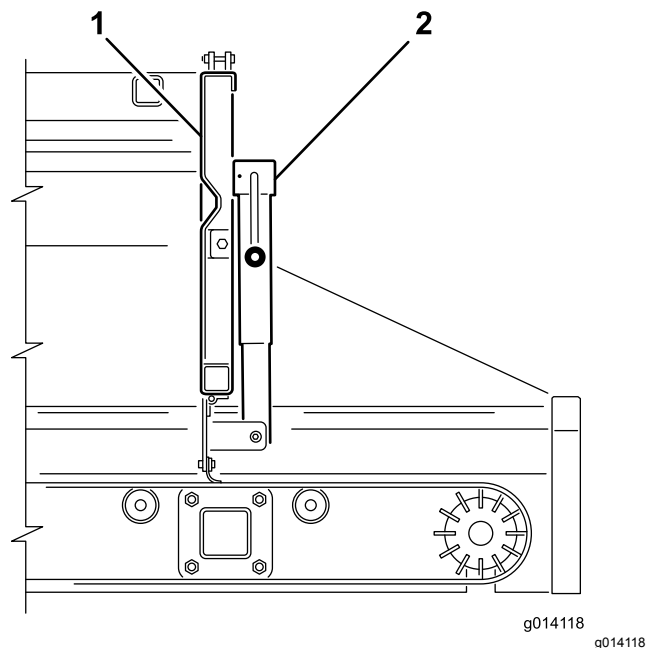
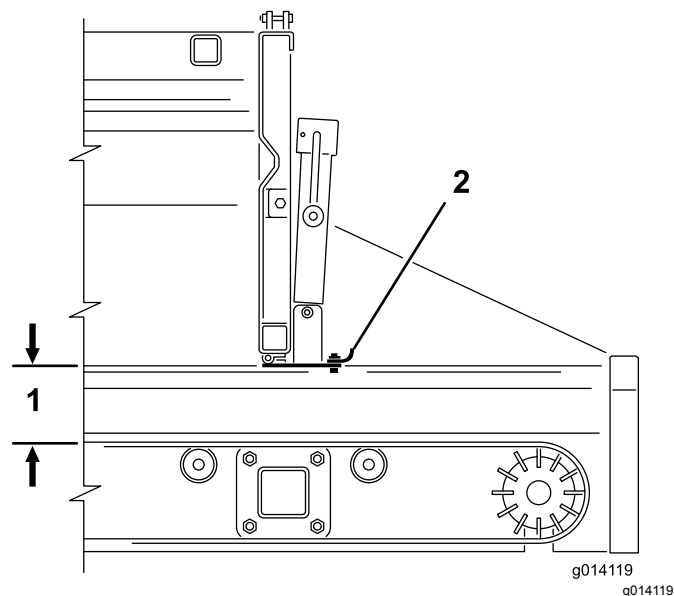

Figura 38
Figura 39
2. Utilize o manípulo do macaco para abrir ou fechar a secção ajustável da porta traseira (Figura 38 e Figura 39). Isto limita o fluxo de materiais quando utilizar um acessório.